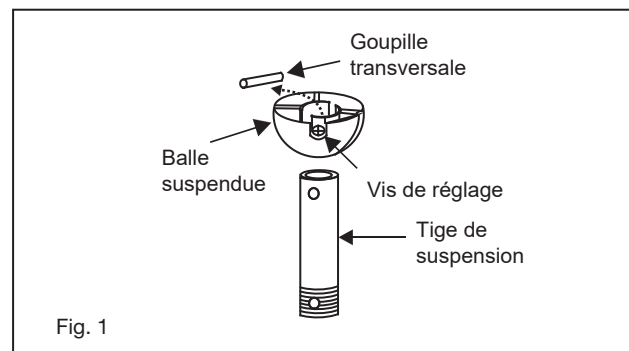

Fig. 1
- 1 Retirez l'anneau de garniture de la verrière pour exposer les 6 trous de montage. La tige de suspension, la bille et la goupille fendue ne seront pas utilisées pour ce montage (Fig. 1).
- 2 Faites passer les fils du ventilateur à travers le joint en caoutchouc et la verrière et positionnez la verrière sur le collier de montage sur le dessus du ventilateur. Les 2 vis de sécurité du collier ne seront pas utilisées et peuvent être tournées à fond dans le collier pour faciliter la fixation de la verrière. (Fig. 1)
- 1 Retirez la balle de la tige de suspension en desserrant la vis de réglage sur le côté de la balle. Faites glisser la balle vers le bas et retirez la goupille; retirer la balle. (Fig. 1)
- 1 Retirez la balle de la tige de suspension en desserrant la vis de réglage sur le côté de la balle. Faites glisser la balle vers le bas et retirez la goupille; retirez la balle. (Fig. 1)
- 1 Placer la rondelle de fibre sur la vis. Insérez cet assemblage dans la lame et démarrez la vis dans le bras de la lame. Répétez cette procédure sans serrer la vis jusqu'à ce que les 3 vis soient entrées dans le bras de la lame (Fig. 1).
Un flux d'air VERS LE BAS crée un effet de refroidissement comme le montre la figure 1. Cela vous permet de régler votre climatiseur sur un réglage plus chaud sans affecter votre confort.